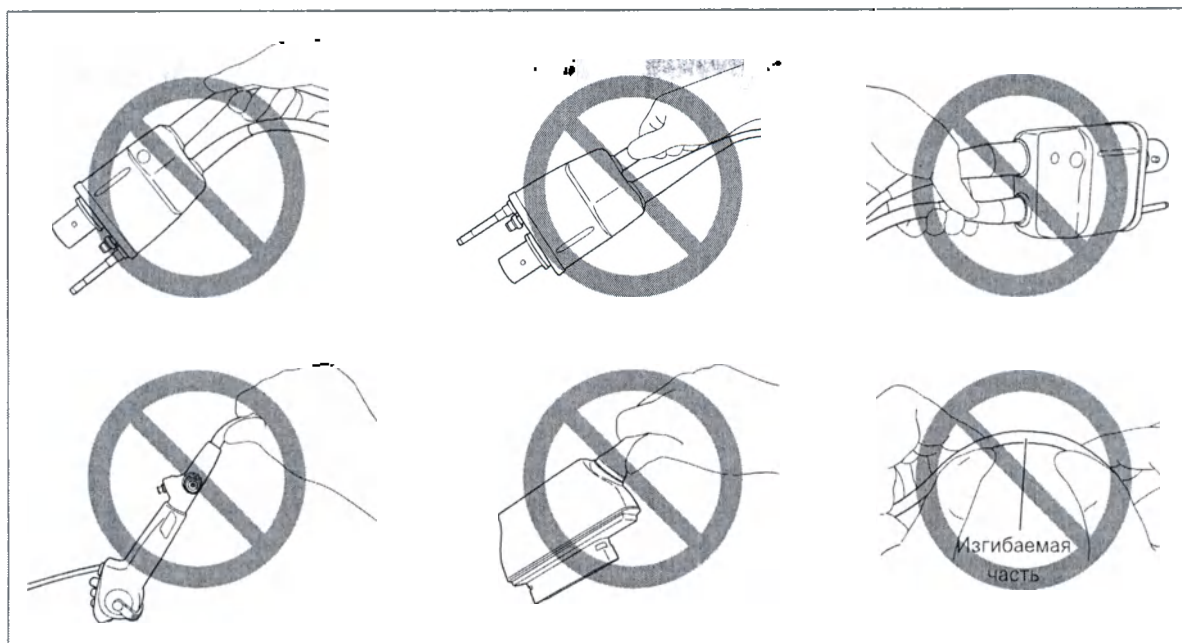

Рис. 3.3
- НЕ переносите эндоскоп за соединительный шнур, коннектор сканера или вводимую часть. НЕЛЬЗЯ сильно сжимать и сгибать его изгибаемую часть (Рис. 3.3). Это может привести к повреждению эндоскопа.